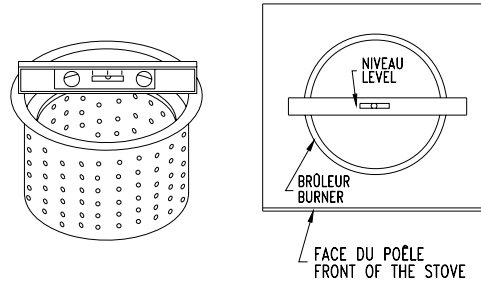

Figure 9A: MISE AU NIVEAU DU BRÛLEUR
- Déposer votre niveau sur le brûleur en plein centre. Votre niveau devrait être parallèle à la façade du poêle (Voir figure 9A). Visser ou dévisser les pattes ajustables de votre appareil jusqu'à ce que le niveau soit atteint. Utilisez une clef de 7/16".